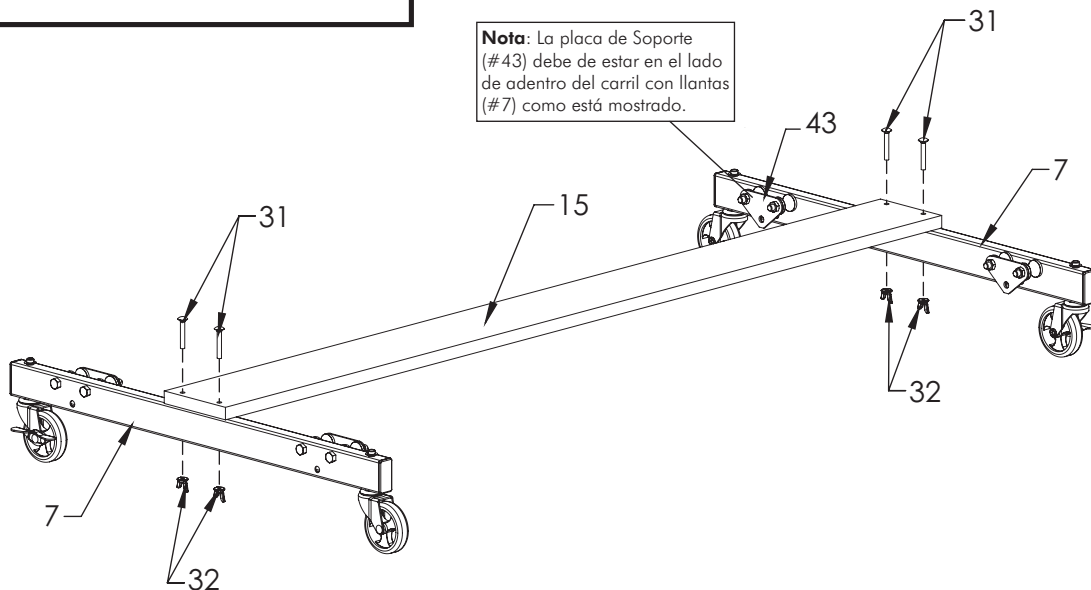

Figura 1
1. Una la Tabla Inferior (#15) a el Carril con Llantas (#7) como esta mostrado en la **Figura 1**. Voltee los Carriles como están ilustrados y una la Tabla Inferior con los cuatro Tornillos de Carruaje (#31) y las cuatro Tuercas de Mariposa (#32). Atornille las tuercas asegurándose que estén apretadas y seguras.
2. Afloje las tuercas de mariposa (# 32) adjuntas a los tornillos (# 31) con el fin de crear suficiente espacio para alinear las dos mitades de la mesa. Ver Figura 1.